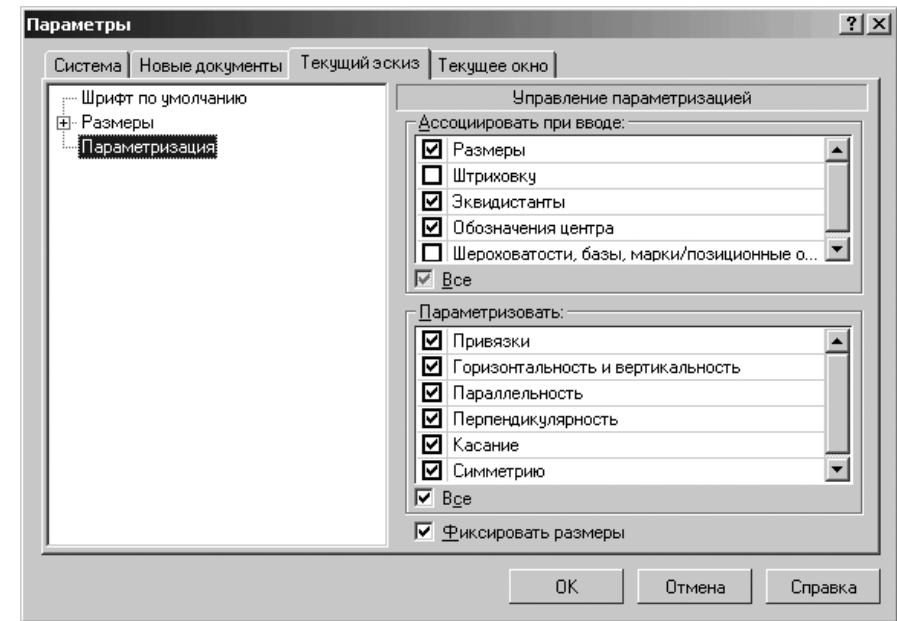

Рис. 1.94. Диалоговое окно **Параметры** с открытой вкладкой **Текущий эскиз** (фрагмент, чертеж) и панелью **Управление параметризацией**
- щелкните в левой части окна по пункту **Параметризация**. Появится в правой части диалогового окна панель **Управление параметризацией** (рис. 1.94).